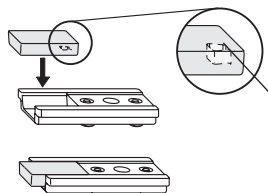

Fig. 2
- A** Premere a fondo il compensatore limitatore fine corsa (**814**) nel supporto (**813**) (vedi fig. 2).